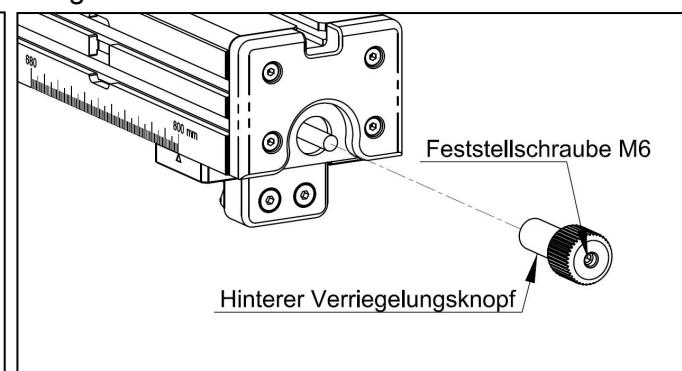

Abb. 9-3
- (3) Lockern Sie die M6-Stellschraube und drehen Sie den hinteren Verriegelungsknopf gegen den Uhrzeigersinn, um ihn zu entfernen, wie in **Abb. 9-3** dargestellt.